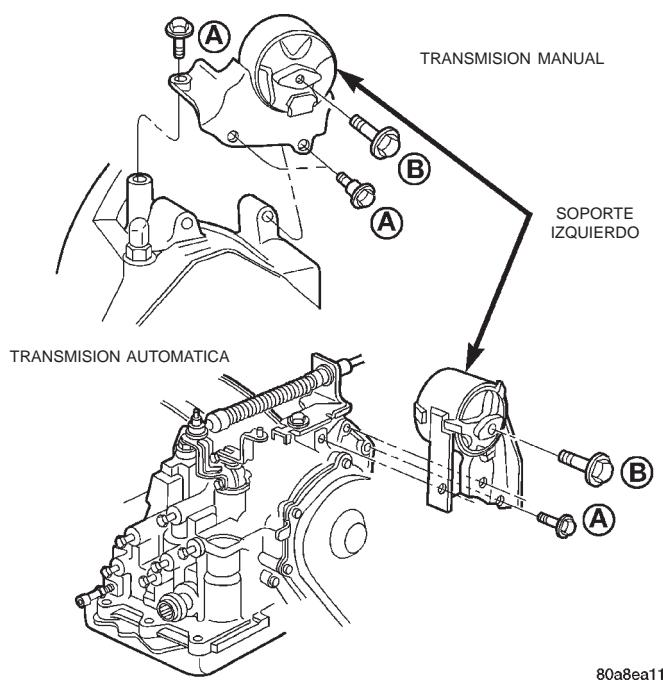

Fig. 11 Soporte del motor—Izquierdo
(1) Eleve el vehículo sobre un elevador y retire la rueda delantera izquierda.
(2) Retire el centro de distribución de tensión (PDC), en el modelo de transeje manual, del soporte de la bandeja de la batería y déjelo a un lado.
(3) Soporte la transmisión con un gato para transmisiones.
(4) Retire la tapa del orificio de acceso al perno pasante. Retire del soporte el perno pasante del aislador (Fig. 11).
(5) Retire los dispositivos de fijación del soporte de la transmisión y desmonte el soporte.
(6) Para efectuar la instalación, invierta el procedimiento de desmontaje. Ajuste los dispositivos de fijación en este orden (Fig. 11):